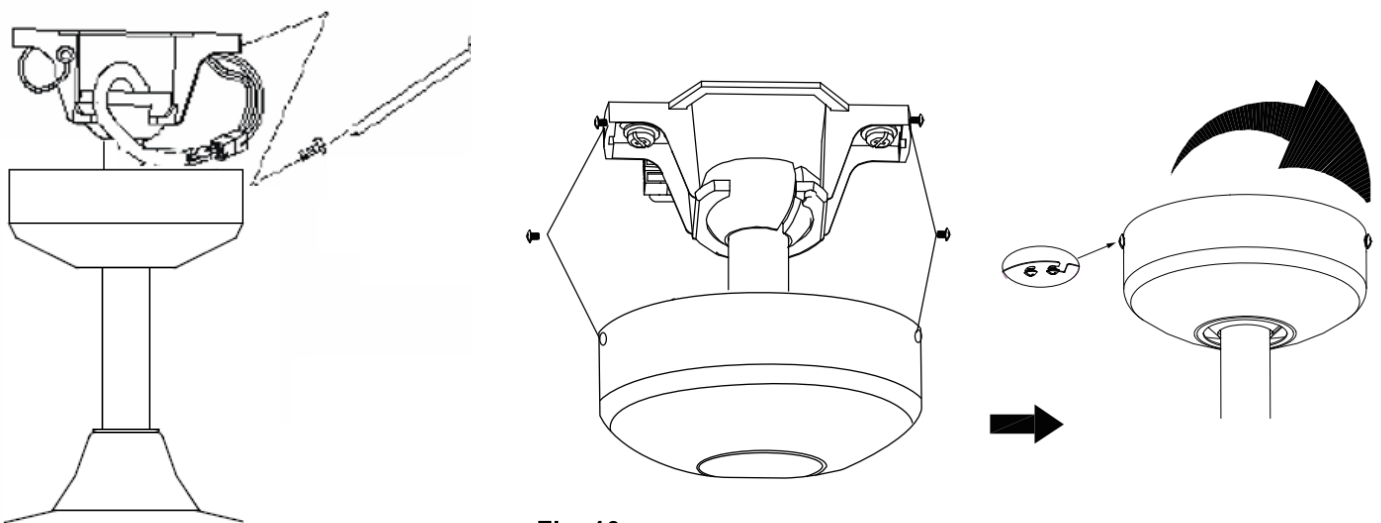

Fig. 10
- Cubra el soporte de montaje con el Casquete. Asegúrese de que todo el cableado eléctrico quede insertado dentro del Casquete y de que los cables no se dañen durante este paso. Fije el Casquete al soporte de techo utilizando los tornillos suministrados. (Fig. 10)